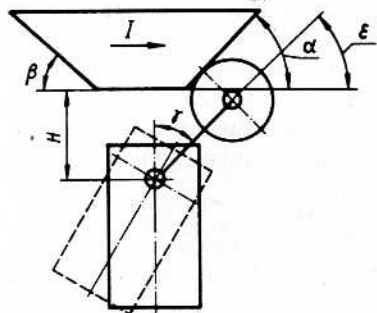

Рис. 1. Выключатель с приводом – рычаг с роликом
6. Выключатели с приводом-рычаг с роликом (рис. 1) предназначены для работы с проходными нереверсивными, с непроходными реверсивными и толкающими упорами.